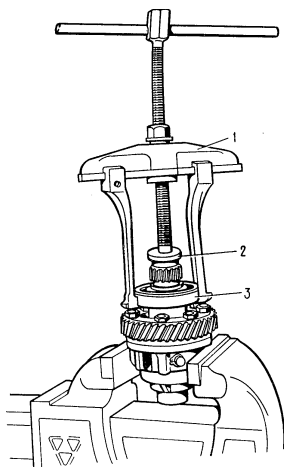

Fig. 3-46. Remoción del cojinete del cuerpo del diferencial:
- quitar los cojinetes trasero y delantero del cuerpo del diferencial (fig.3-46) empleando para esto el extractor universal y el tope 67.7853.9559; - desenroscar los tornillos del cuerpo del diferencial, separar el cuerpo;